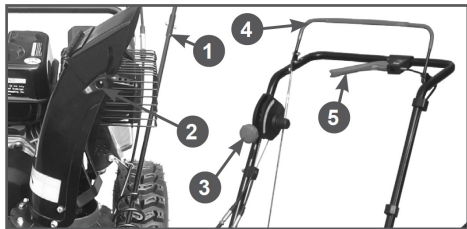

Рис.15 Рычаги управления
1. Рычагом (1) Рис.15, установите требуемое направление выброса снега.
2. Ослабьте гайки (2) Рис.15 и установите необходимый угол наклона козырька желоба. Затяните гайки.
3. Рычагом (3) Рис.15 установите необходимую скорость движения.
При нажатии на рычаг (4) Рис.15 включает движение снегоотбрасывателя. При нажатии на рычаг (5) включается вращение шнека.